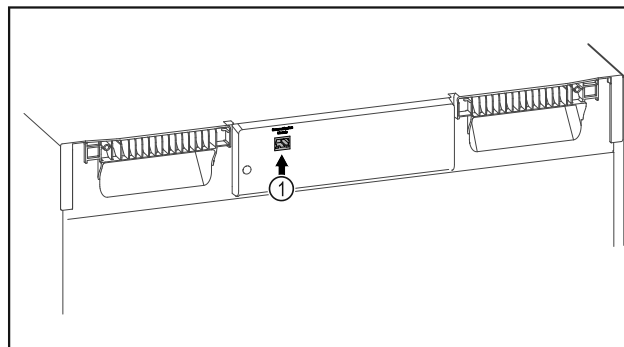

Fig. 150
- ☐ A SmartModule Fig. 150 (1) be van helyezve.